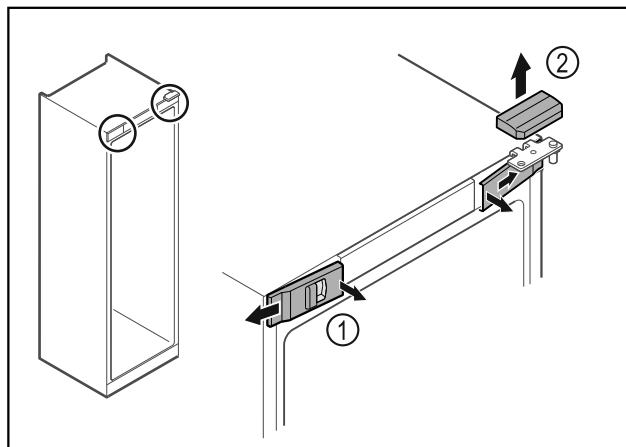

Fig. 18
- ▶ Atbrīvojiet priekšējos pārseģus Fig. 18 (1) iekšpusē un noņemiet uz sāniem.
- ▶ Noņemiet augšējo pārseģu Fig. 18 (2) uz augšu.